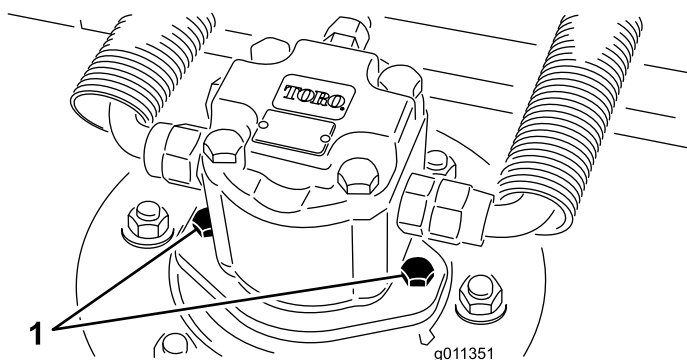

Рисунок 61
2. Отсоедините и снимите гидроцилиндр с деки (Рисунок 61). Накройте верхнюю часть шпинделя для предотвращения загрязнения.
4. Установите гидроцилиндр на деку (Рисунок 61). Убедитесь в том, что уплотнительное кольцо находится в штатном положении и не повреждено.